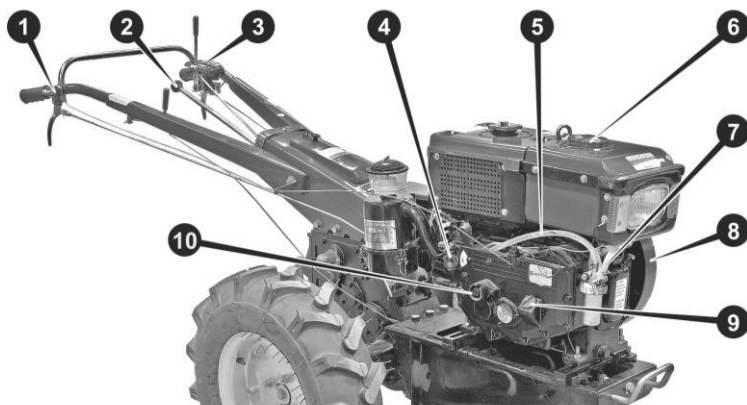

Рисунок 47. Пробний запуск
3. Встановити важіль зчеплення (3) у положення «ВИМК». Важіль перемикає передачі (2) встановити у нейтральне положення.
4. Перевірити, щоб гайка-баранчик (4) не була затиснута. Встановити важіль ручного газу (1) на максимум (вгору). Відкрити паливний кран (7), переконатися у відсутності підтікання палива.
5. Дістати з інструментального ящика пускову рукоятку (11) і вставити у спеціальне гніздо (10) на кришці картера двигуна. Рукоятка повинна виступати храповика зафіксуватись на пусковому валу.
6. Щоб створити потрібний тиск палива на форсунці, треба повернути лівою рукою важіль декомпресора (12) у крайнє положення, до упору, а правою плавно обертати рукоятку (11) за годинниковою стрілкою – зробити кілька обертів.
7. Утримуючи декомпресор (12) у повернутому положенні, з прискоренням розкручувати маховик (8), максимально збільшуючи обертоти. Коли через 5-7 обертів рукоятки швидкість обертання маховика стане максимальною, зробити посиленний ривок рукоятки і одночасно відпустити декомпресор.
8. Відразу як тільки двигун заведеться, повернути рукоятку (11) до інструментального ящика.
9. Через 5-10 секунд після запуску двигуна встановити важіль ручного газу (1) на середні обертоти. Для контролю працездатності двигуна достатньо дати йому попрацювати 1-2 хвилини.
11. Щоб заглушити двигун, встановіть важіль ручного газу (1) в мінімальне положення, після цього необхідно відразу закрити паливний кран (7) (див. рис. 47.)